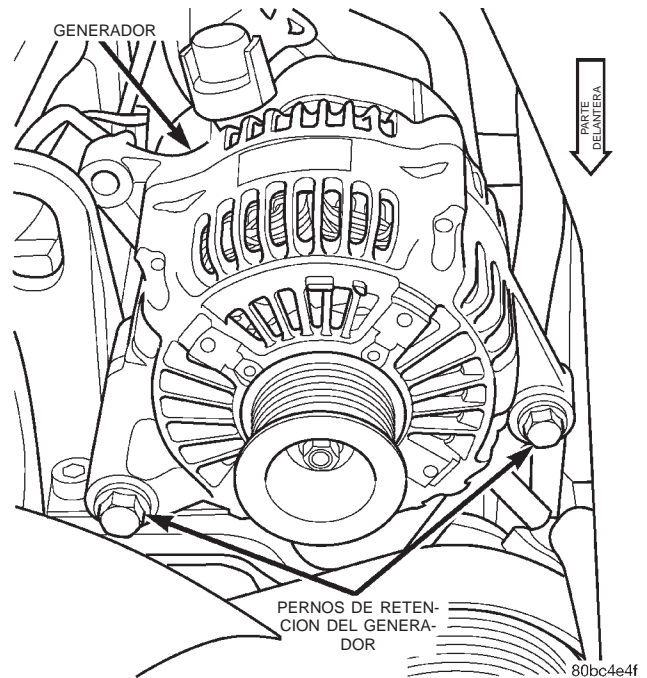

Fig. 4 Pernos de retención del generador
(1) Emplace el generador e instale los pernos de retención (Fig. 4). Apriete los pernos con una torsión de 40 N·m (30 lbs. pie).